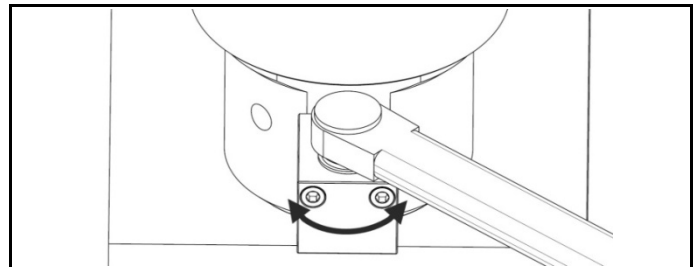

Fig. 2.5 Ajuste el dado del engranaje
**ATENCIÓN** Si fuera necesario utilice una llave de carraca con cuadrante macho de 1/2" / 13 mm o 3/8" / 10 mm para girar el accionamiento del engranaje en el sentido de las agujas del reloj, para que el dado caiga encima de la tuerca. (Fig. 2.5)